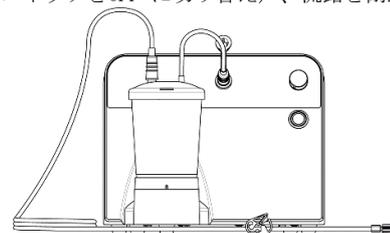

図2（吸引ボトル200mLの例）
6. 吸引チューブを吸引ボトルのボトルキャップに接続する(図2)。このとき、吸引チューブのクランプを閉め(又は、フロースイッチをOFFに切り替え)、流路を閉鎖する。